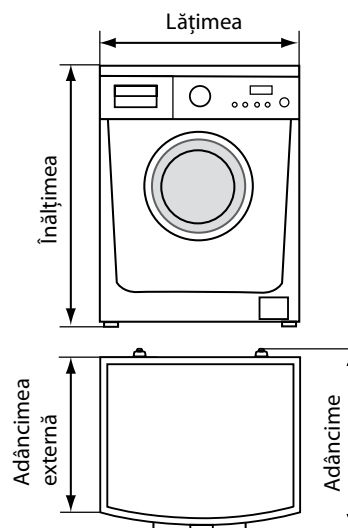

Figura 2
**1.3** Părțile mașini și componente de bază sunt prezentate în Figura 1, dimensiunile de gabarit - în Figura 2.